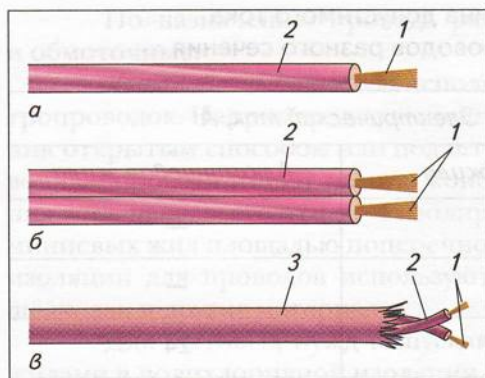

Рис. 65. Провода и шнуры для низковольтных цепей и бытовых электроприборов:
- провода марки ПГВ (рис. 65, а) имеют жилу 1, состоящую из тонких медных проволочек. Жила покрыта полихлорвиниловой изоляцией 2;
- шнур марки ШБПВ (рис. 65, б) представляет собой две медные жилы 1, покрытые общей полихлорвиниловой изоляцией 2;
- шнур марки ШБРО (рис. 65, в) состоит из двух медных многопроволочных жил 1, покрытых резиновой изоляцией 2. Жилы заключены в общую оболочку 3 из хлопчатобумажной или шелковой пряжи.